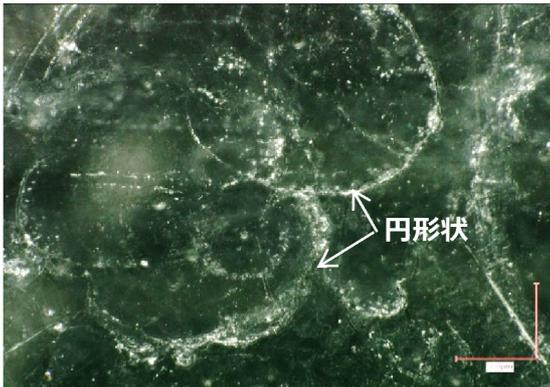

Fig.2 リング照明
■ デジタルマイクロスコープにて2種類の照明を用いて観察しました。リング照明(Fig.2)は目視に近い色合いで観察ができ、白色円形状のシミが重なるように存在していることが見て取れます。一方、同軸照明(Fig.3)では光の反射を利用して表面の情報が得られ、円形状の内側にも薄っすらと汚れが堆積している様子も見られます。